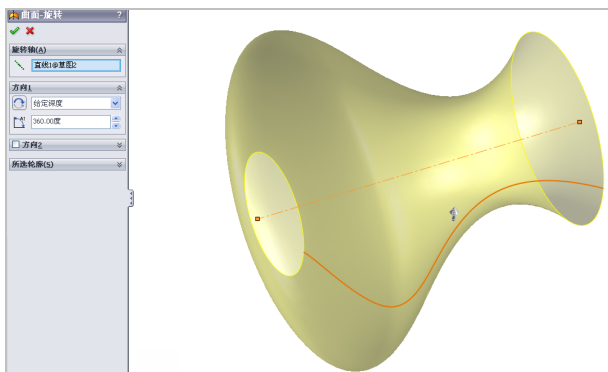

图 7-42 单击【旋转曲面】命令
(3) 弹出【旋转】属性管理器，选择草图对象，弹出【曲面-旋转】属性管理器，保持默认参数设置，如图 7-42 所示。